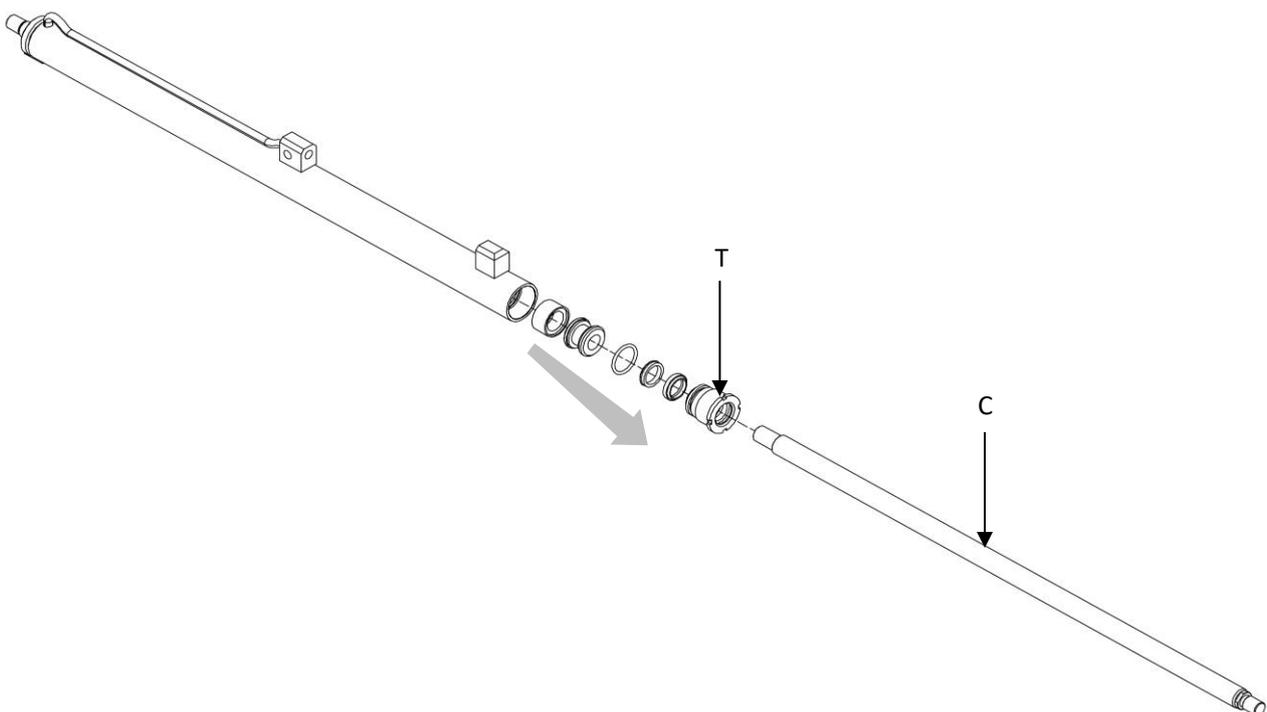

Abbildung 30
8. Beziehen Sie sich auf die *Abbildung 30*.